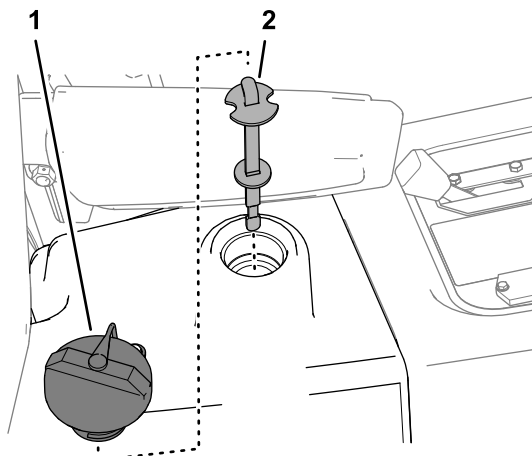

Рисунок 60
5. Проверьте уровень гидравлической жидкости в гидравлическом баке (Рисунок 60) и при необходимости долейте жидкость; см. процедуру «Проверка гидравлической системы» в руководстве оператора для вашей машины.